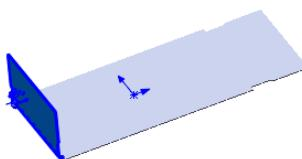
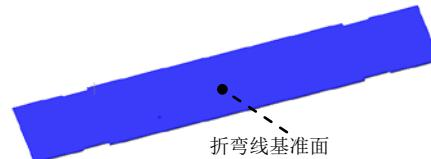

图 11.3.12 绘制的折弯 1
图 11.3.13 折弯线基准面
Step4. 创建图 11.3.12 所示的钣金特征——绘制的折弯 1。
(1) 选择命令。选择下拉菜单 **插入(I)** → **钣金(H)** →  **绘制的折弯(S)...** 命令 (或单击“钣金”工具栏上的“绘制的折弯”按钮 )。
(2) 定义特征的折弯线。
① 定义折弯线基准面。选取图 11.3.13 的模型表面作为折弯线基准面。